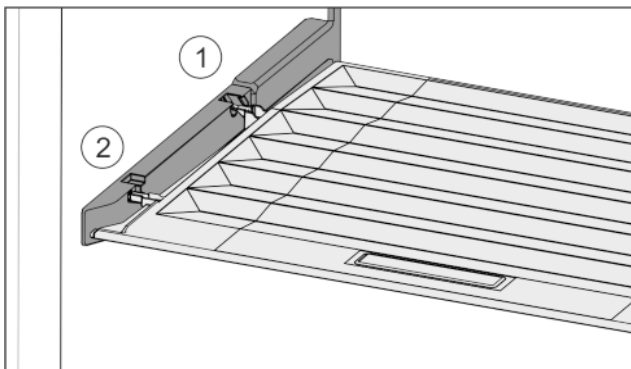

Fig. 36
- ▶ Deckelstege über Öffnung der hinteren Halterung Fig. 36 (1) einführen und vorne in Halterung Fig. 36 (2) einrasten.